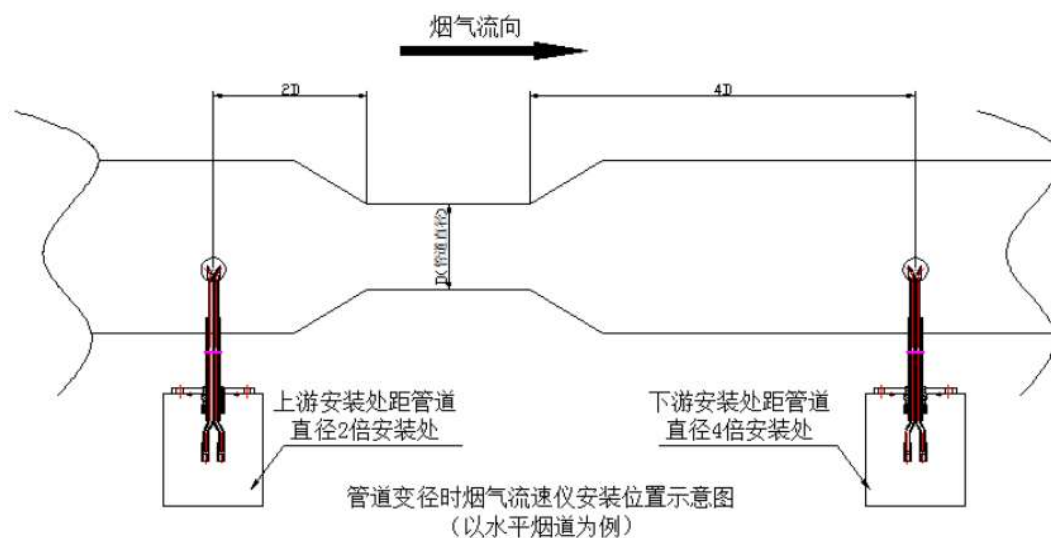
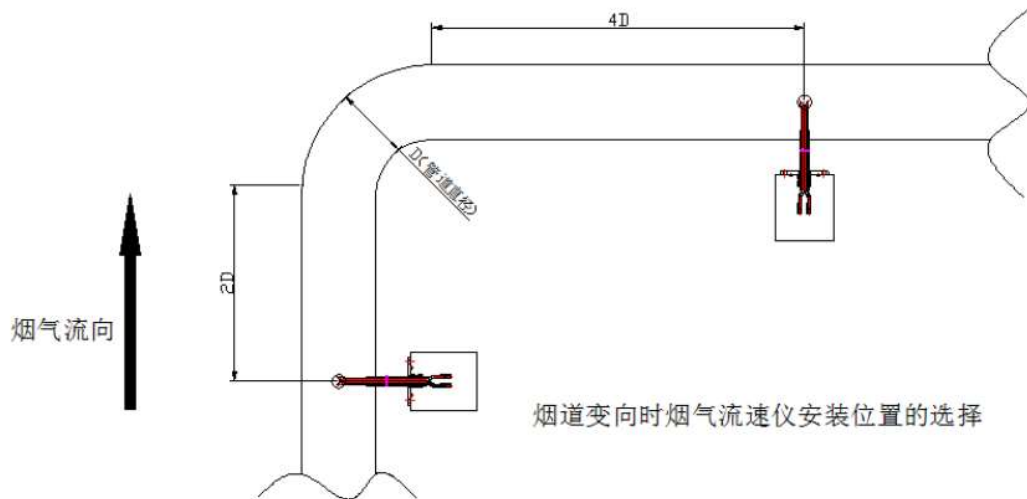

图 1 烟道断面急剧变化时位置的选择
图 2 烟道拐弯处位置的选择
- 测定位置应避开烟道弯头和断面急剧变化的部位。应设置在距弯头、阀门、变径管下游方向不小于 4 倍直径，和距上述部件上游方向不小于 2 倍直径处；如图 1、图 2 所示。